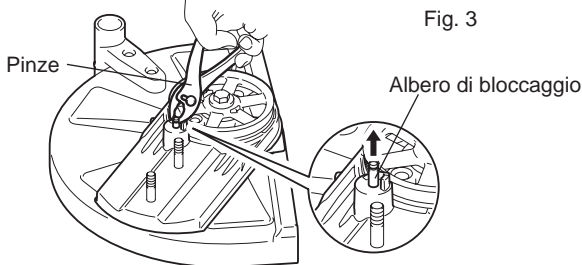

Fig. 3
- (4) Sollevare l'albero di bloccaggio con un cacciavite piatto o una pinza. (Fig. 3)